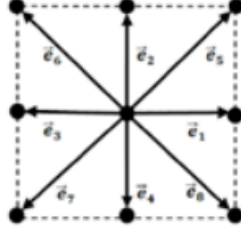

FIGURE 1 – Un noeud du maillage et ses 9 directions (1)
Comme expliqué dans les documents précédents, LBM modélise le fluide en le discrétisant spatialement sur un maillage cartésien. Dans les cellules du maillage, le fluide est décomposé au niveau microscopique en particules de fluides pouvant se déplacer dans 9 directions. Modèle dit D2Q9 (dimension : 2, directions : 9), voir figure 1.
- f_{eq} est l’état d’équilibre vers lequel le fluide va tendre, donné en (1). Attention, l’implémentation retenue rend l’équation adimensionnelle en utilisant le nombre de Reynolds, la constante de vitesse c n’y apparaît donc pas, car absorbée par ce dernier terme.
On verra à plusieurs reprises intervenir les poids w_i , ces derniers servent à compenser le fait que les 9 vecteurs \vec{e}_i (figure 1) n’ont pas tous la même norme. Les valeurs de ces poids sont donnés dans (1).